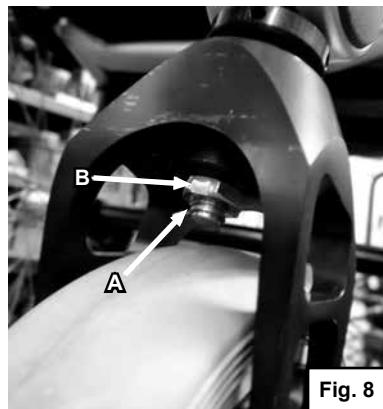

Fig. 8
- Déposez le clip de verrouillage (A) situé à l'extrémité basse de l'axe de la fourche (Fig. 8).
- Retirez l'écrou (B) à l'aide d'une clé polygonale ou plate de 13 mm.
- Remontez les éléments en suivant les instructions dans le sens inverse. Appliquez un couple de serrage de 10 Nm de l'écrou (B).